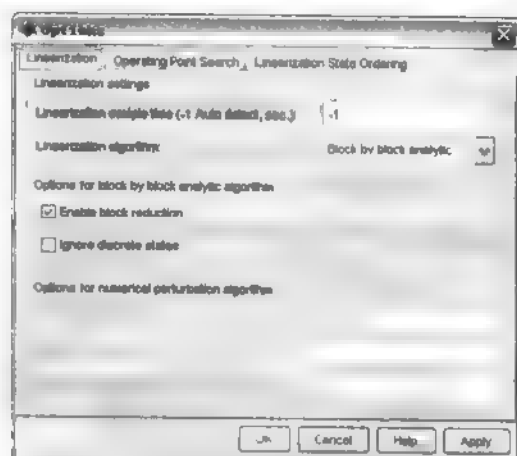

图 15.24 Linearization 选项卡
(1) 使用 **LTI Viewer**。为了在图中添加峰值和稳态时间, 在图形窗口任何地方右击, 从菜单中选择你希望的选项。还可以直接在曲线的适当处单击鼠标查看信息。可以同时显示多达 6 个图形, 可以在 **Edit | Plot Configurations** 中设置。通过选择 **File | Export** 把线性化模型导入到工作空间。
(2) 修改线性化设置。可以通过选择 **Control and Estimation Tools Manager** 窗口中的 **Tools | Options** 命令, 在弹出的对话框中选择 **Linearization** 选项卡, 如图 15.24 所示。